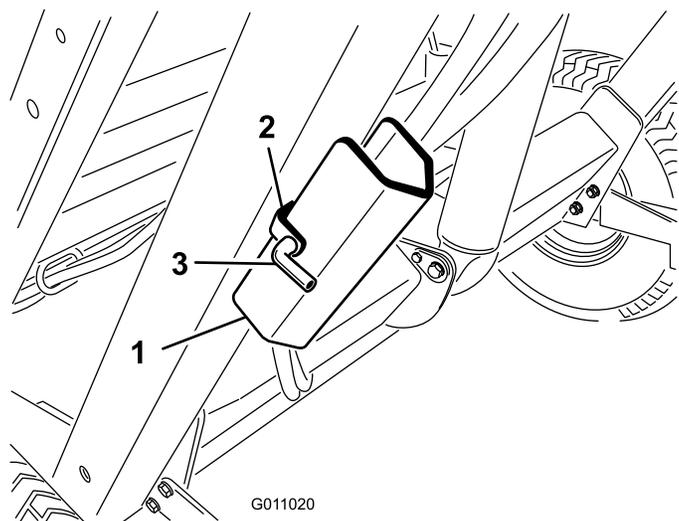

図 26
2. 本機のフレームについている格納ブラケットに安全サポートを固定しているヘアピンコッターとピンを抜き取る 図 26。安全サポートを外す。